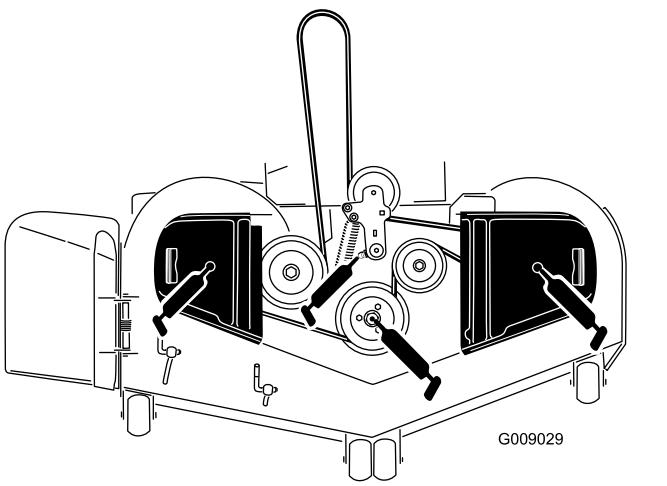

Figura 41
3. Engrase el eje de la polea tensora de la carcasa de corte hasta que salga grasa por el extremo inferior (Figura 41).
4. Engrase los 3 cojinetes de los ejes hasta que salga grasa (Figura 41).
5. Engrase el brazo tensor de la correa de transmisión (Figura 41).